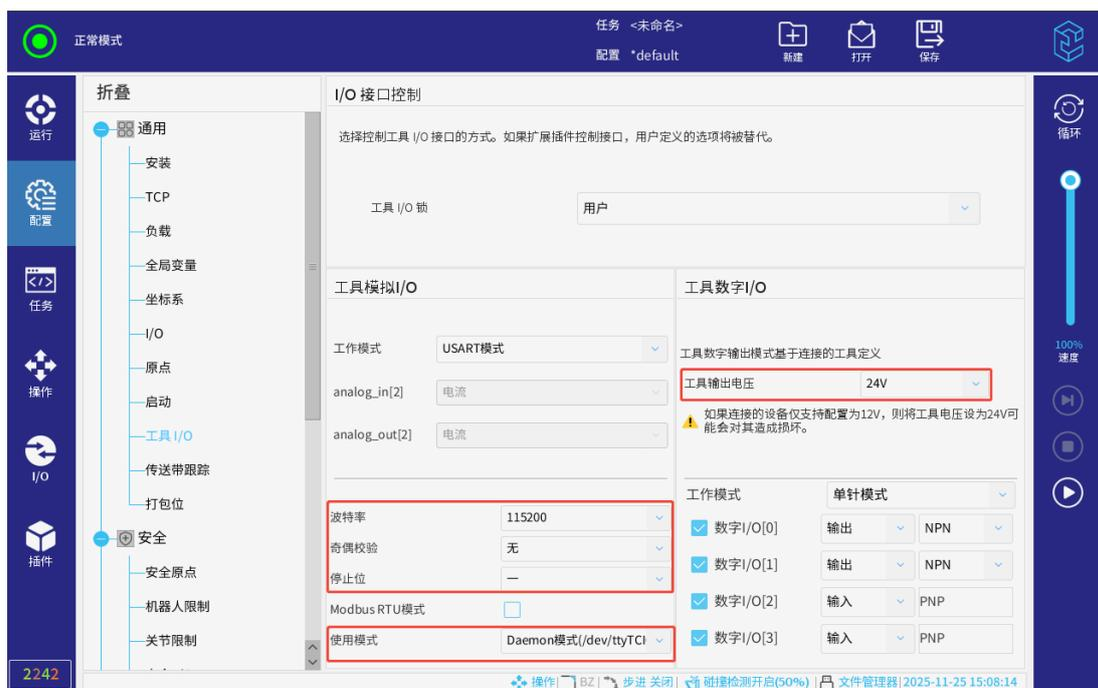

图 2-1: 设置工具 I/O
2. 点击「配置」>「通用」>「工具 I/O」，按照图 2-1 设置波特率、奇偶校验、停止位、使用模式和工具输出电压。其中，波特率、奇偶校验、停止位需根据相应的力/力矩传感器品牌进行设置，请查阅表 2-1；使用模式设置为 Daemon 模式 (/dev/tty/TCI0)；工具输出电压设置为 24V。